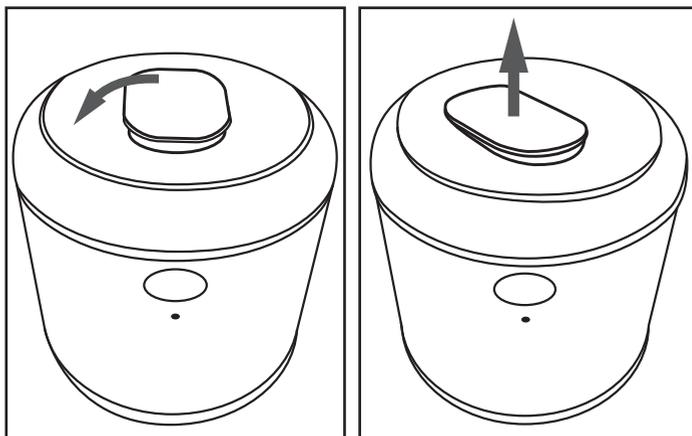

Fig. 2
- 4) Abra el cierre del orificio de llenado **10**; para ello, gírelo ligeramente en sentido antihorario y retírelo (consulte la fig. 2):